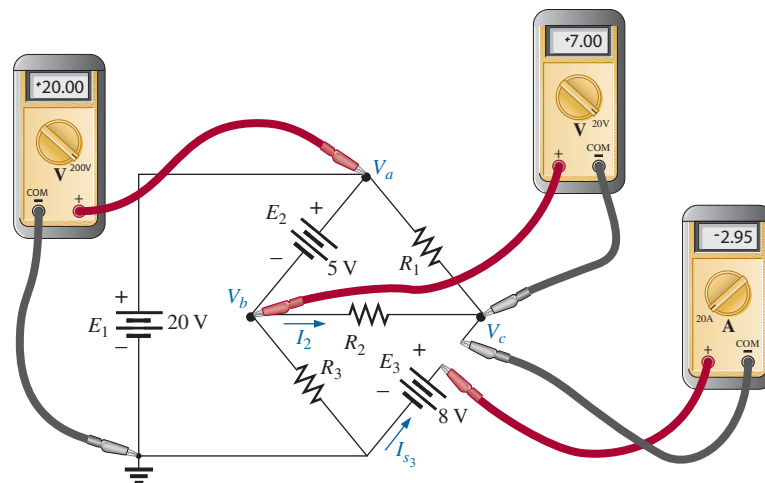

Figura 7.31 Circuito complexo para o Exemplo 7.11.
e) Ambos os voltmímetros têm uma leitura positiva, como mostra a Figura 7.31, enquanto o amperímetro tem uma leitura negativa.